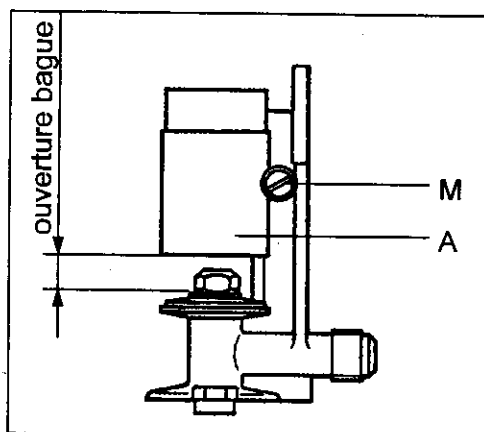

fig. 16
2. Dévissez la vis « M » et soulevez complètement la bague de réglage de l'air « A » (fig. 16) de manière à opérer librement sur l'injecteur.
En desserrant la vis « M », replacez la bague « A » (fig. 16) suivant les indications du « tableau des injecteurs » où l'ouverture de la bague est précisée, selon le brûleur et le type de gaz.